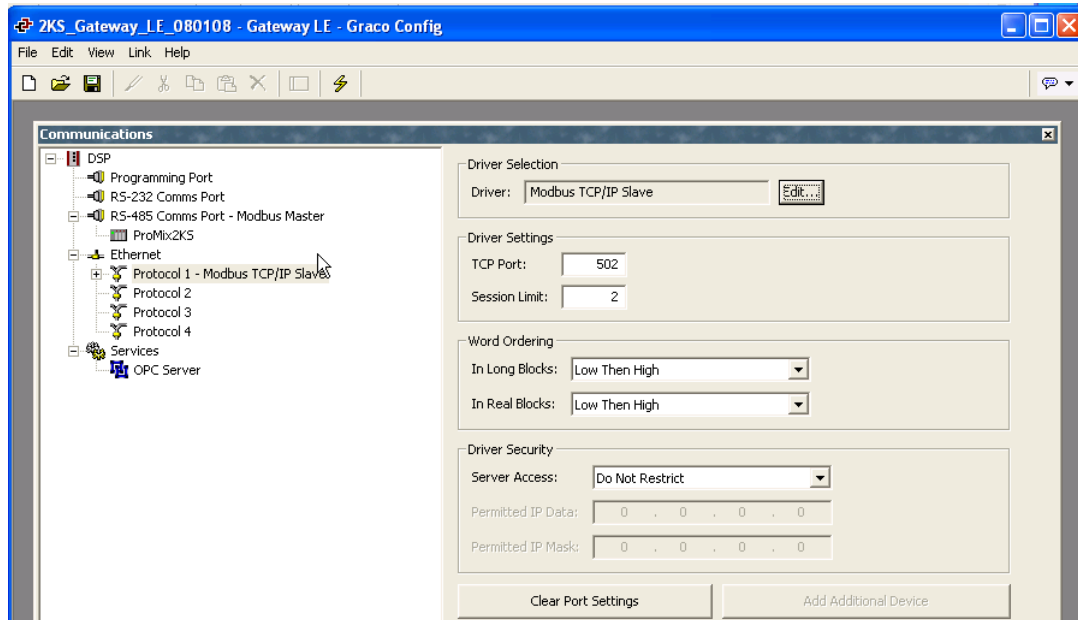

ABB. 19: Vorkonfigurierte Datenbank
1. Auf die Schaltfläche „Communications“ (Kommunikation) doppelklicken, um die vorkonfigurierte Datenbank (.gg2) zu öffnen. Die Datei ist bereits für das ProMix 2KS eingerichtet. Siehe ABB. 19.